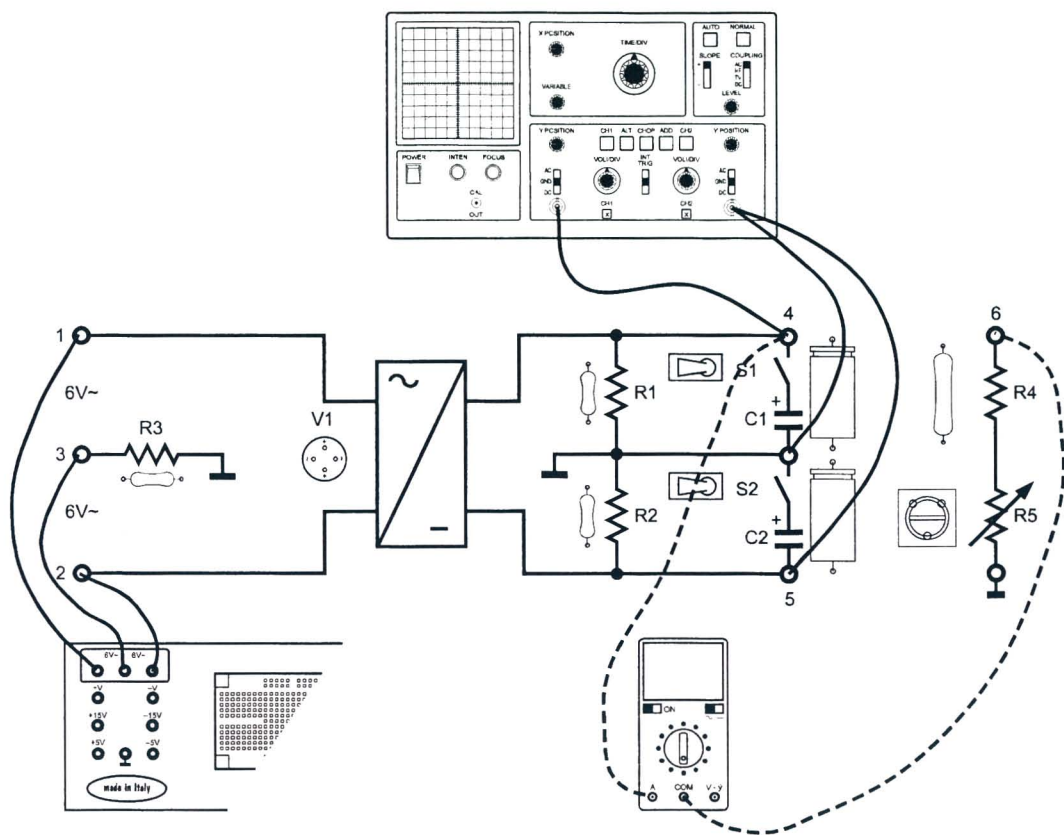
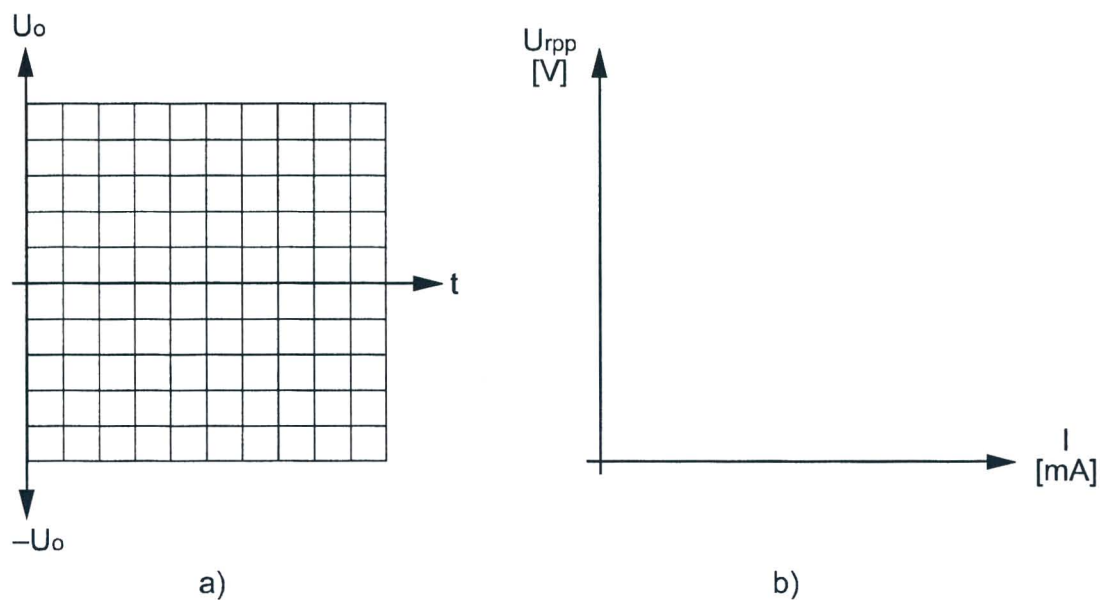

Fig. 6.2
Fig. 6.3
- 6) conectar el osciloscopio como en la Fig. 6.2;
- 10) alimentar el circuito conectando, mediante cablecillos, los casquillos 1, 3 y 2 del circuito a los del transformador (6 - 0 - 6VAC), Fig. 6.2;
- 17) conectar la salida positiva del alimentador (casquillo 4) a la carga (casquillo 6), utilizando el multímetro predispuesto como miliamperímetro (Fig. 6.2);
- 18) poner el selector AC,GND,DC del canal 1 en la conexión en alterna (AC);
- 24) representar, en la Fig. 6.3-b, la característica de la tensión de ripple de pico a pico en función de la corriente de carga;